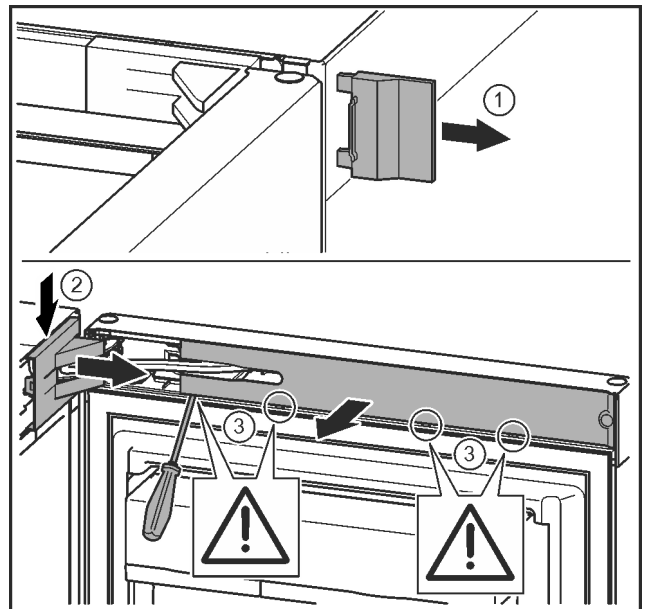

Fig. 9
- Retirer le cache extérieur. Fig. 9 (1)
- ▶ Détacher et libérer le cache du support de palier. Retirer le cache du support de palier. *Fig. 9 (2)*
- ▶ Dégager le cache avec le tournevis et l'incliner sur le côté. *Fig. 9 (3)*